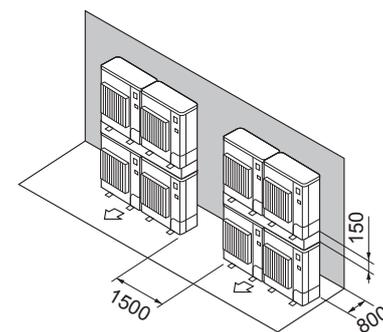

Fig. 2-14
- ⑦ Расположение приборов вертикальными рядами (Fig. 2-14)